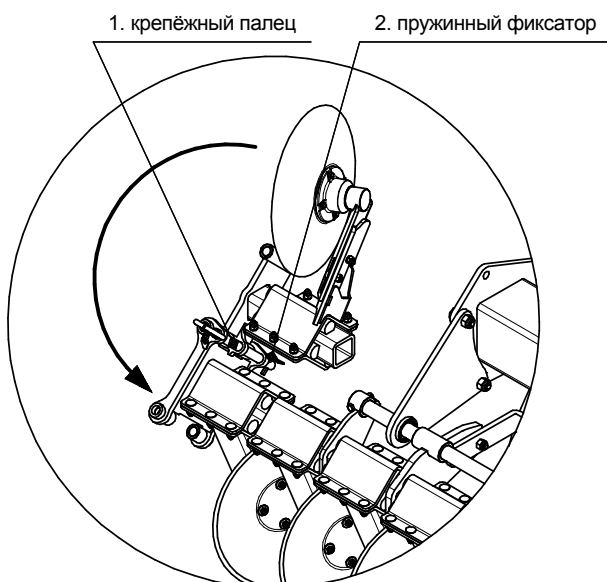
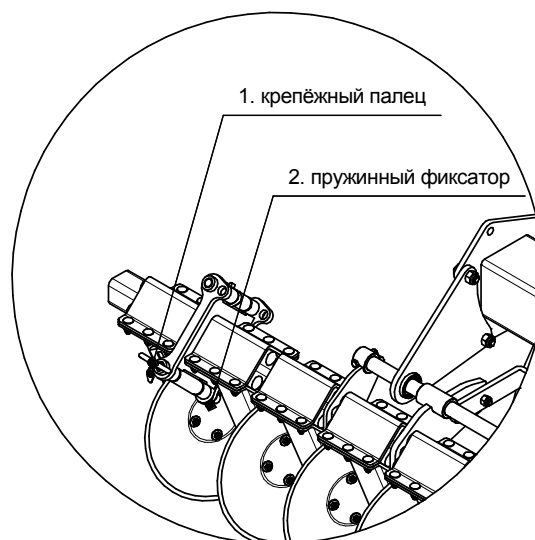

Рис.1.4-Транспортное положение крайних дисков
Рис.1.5-Рабочее положение крайних дисков
- 6.** Переведите крайние диски из транспортного положения(рис.1.4) в рабочее положение (рис.1.5)
- 6.1** Ослабьте пружинный фиксатор (рис.1.4 поз.2).
6.3 Откиньте крайний диск в указанном направлении (рис.1.5) и зафиксируйте пальцем
6.4 Зафиксируйте палец пружинным фиксатором (рис.1.5 поз.2)